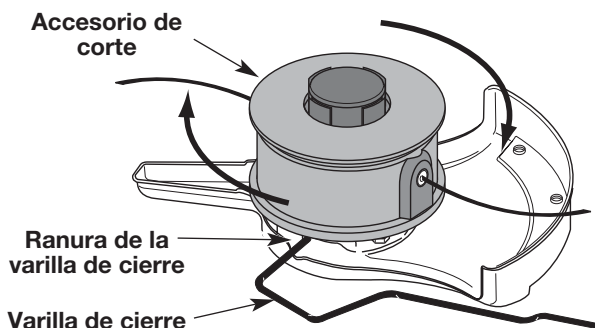

Fig. 9
3. Mientras sostiene la varilla de cierre, saque el accesorio de corte girando en sentido horario hacia afuera del eje de salida (Fig. 9). Guarde el accesorio de corte para su uso futuro.